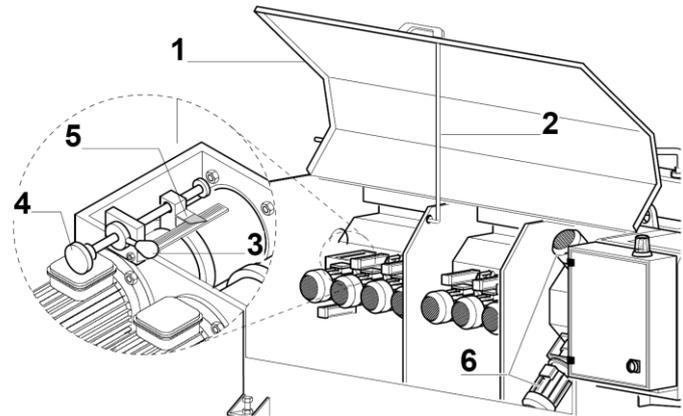

Fig. 09
(Fig. 09). Cette battue est
(Fig. 09/1), qu'on peut
spéciale (Fig. 09/2) .
- Desserrer la poignée d'arrêt de la vis de réglage (Fig. 09/3).
- Tourner la vis de réglage de la battue (Fig.09/4).
- Porter l'index de l'échelle graduée sur la valeur désirée (Fig. 09/5).
- Bloquer la vis en serrant la poignée de blocage (Fig. 09/3).
Pour accéder au réglage des deux mandrins chanfreinants, ouvrir la porte de protection postérieure (Fig. 09/1) et la bloquer par la barre spéciale (Fig. 09/2).